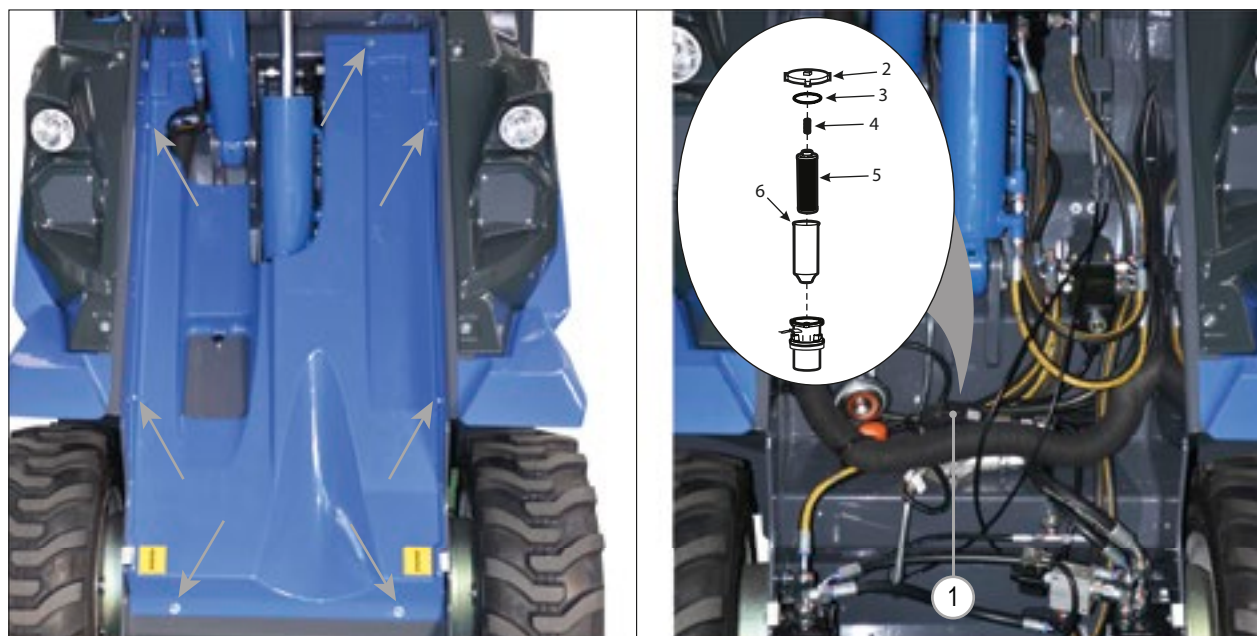

РИС.42
- 3) Снимите переднюю панель, ослабив винты крепления к раме (см. РИС. 42).
- 4) Снимите крышку фильтра, повернув ее. Может потребоваться использовать гаечный ключ (РИС. 42 – Сс. 1).
- 5) Снимите пружину (РИС. 42 – Сс. 4) и фильтрующий элемент (РИС. 42 – Сс. 5) с пластиковой втулки (РИС. 42 – Сс. 6).
- 7) Установите пружину на место и осмотрите уплотнительное кольцо крышки фильтра на предмет признаков износа или повреждения. Уплотнительное кольцо расположено в верхней части корпуса фильтра (РИС. 42 – Сс. 3). Замените уплотнительное кольцо в случае износа или повреждения.
- 8) Установите на место крышку фильтра (РИС. 42 – Сс. 2) и закрепите ее.